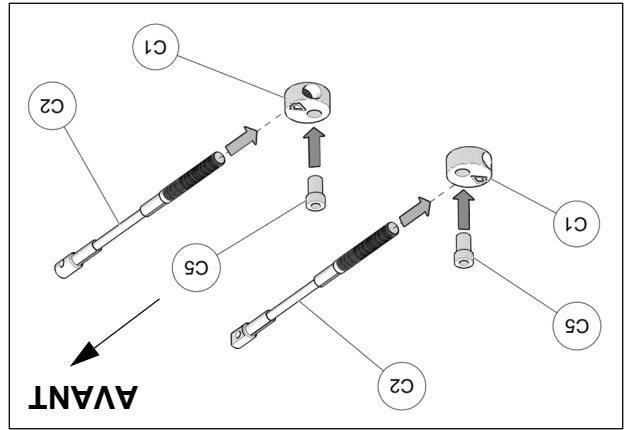

Fig. 23
10. Assembler les câbles des limiteurs de conduite (C2), les disques en aluminium (C1) et les bagues espacateurs (C5) tel que montré à la Fig. 23